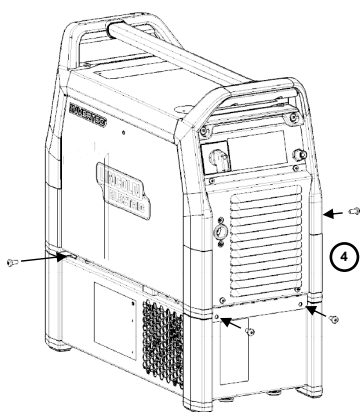

Рисунок 3
4. Наконец, прикрутите металлические листы адаптера к охладителю (Рисунок 3).